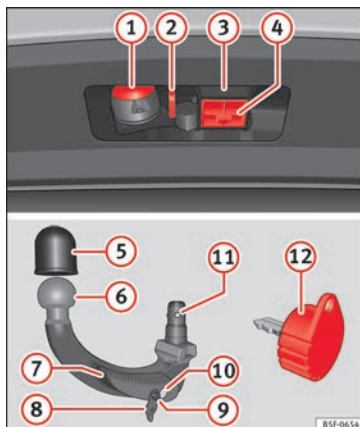

Bild 222 Fäste för draganordning / borttagbar dragkrok/nyckel.
Nyckel till »» **bild 222**
- Ta bort kåpan från dragkrokens fäste ④ » bild 222 nedåt.